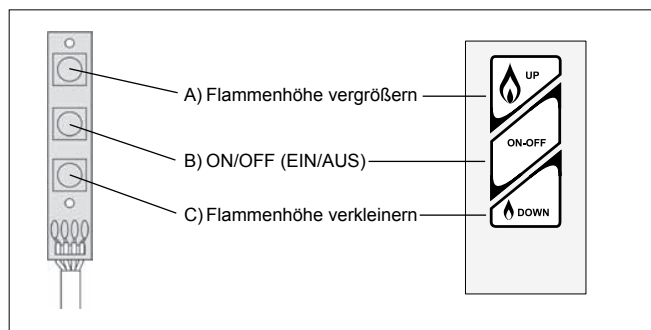

Abb. 19: Schaltpanel und Wandschalter/Touchpad
- Drücken Sie die Taste „B“ (siehe Abb. 19) bis ein kurzer Signalton den Beginn der Zündungssequenz bestätigt (Entriegelungstaste).
- Halten Sie die Taste „C“ (siehe Abb. 19) gedrückt, um das Gerät auf Zündflamme bzw. in die Standby-Modus zu setzen.
- Drücken Sie die Taste „B“ (siehe Abb. 19).
(siehe Abb. 19, Seite 17)